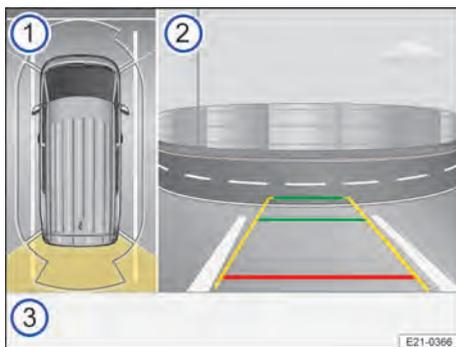

Fig. 120 No sistema Infotainment:: exibição do display da visão do ambiente "Area View" (representação esquemática).
1. Tocar nas superfícies de função na área inferior do display → Fig. 120 ③ para selecionar uma representação correspondente.
- *Display esquerdo* → Fig. 120 ①: o veículo é exibido em vista aérea. Ao tocar numa área individual, a exibição se altera na área do display direito.
- *Display direito* → Fig. 120 ②: dependendo da área selecionada no display esquerdo, são exibidas as imagens da câmera individuais.